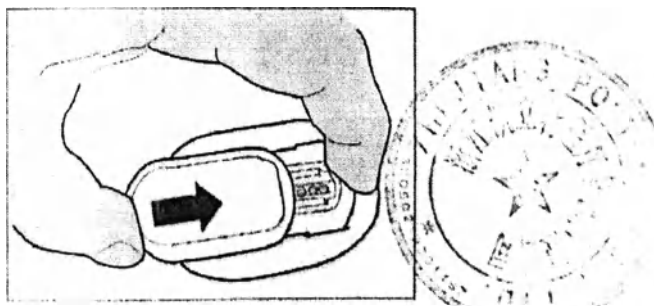

Рисунок 10. Установка и фиксация передатчика на датчике
14. Установите передатчик на датчике: Вставьте передатчик в основание датчика и зафиксируйте (рисунок 10).